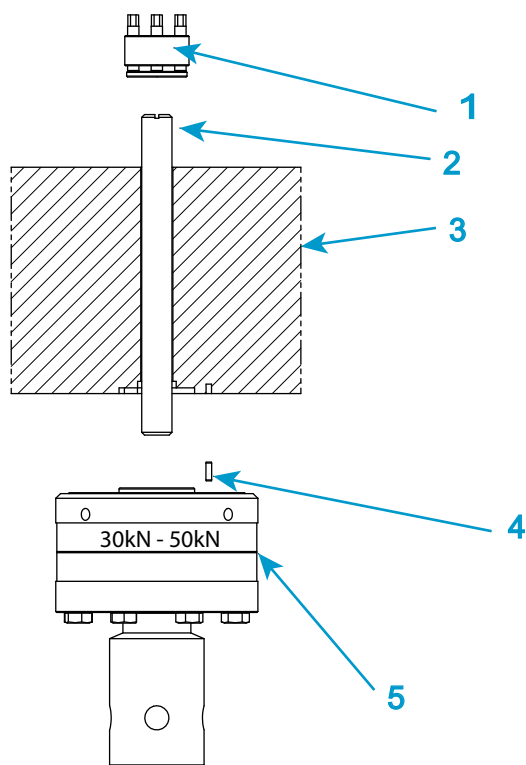

図19. 2530 シリーズのロードセルの取り付け - 容量 30kN および 50kN
説明 図 19
1. 84 ページの 図 19 とそれに関連する説明文を参照してください。